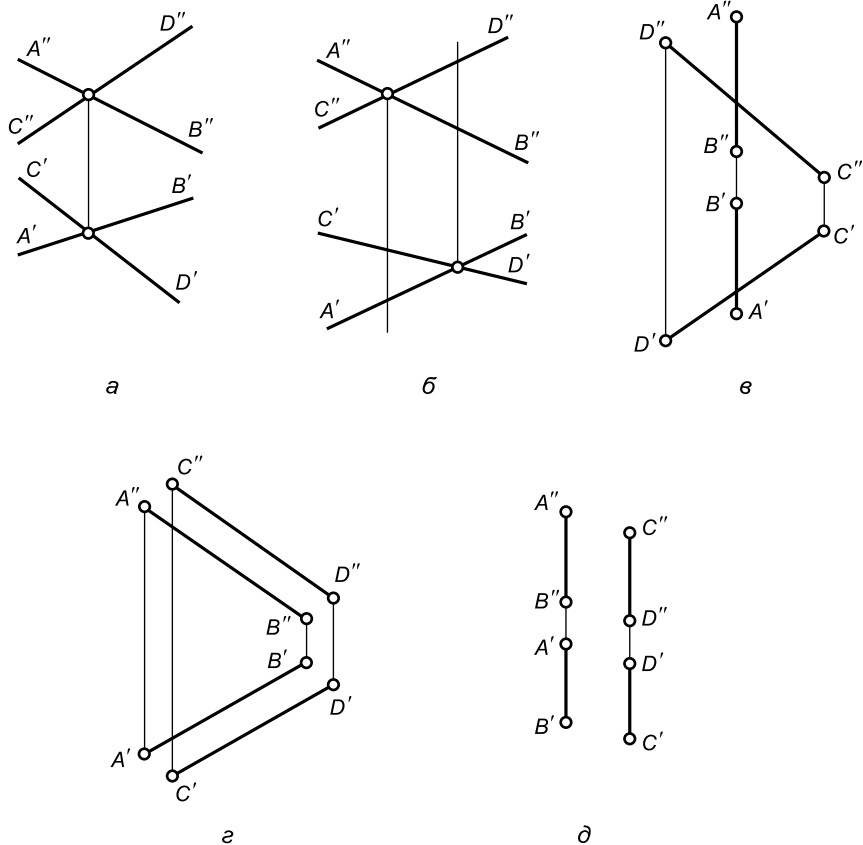

Рис. 10
2.11. Определить взаимное положение прямых AB и CD (рис. 10). Для скрещивающихся прямых указать видимость конкурирующих точек.